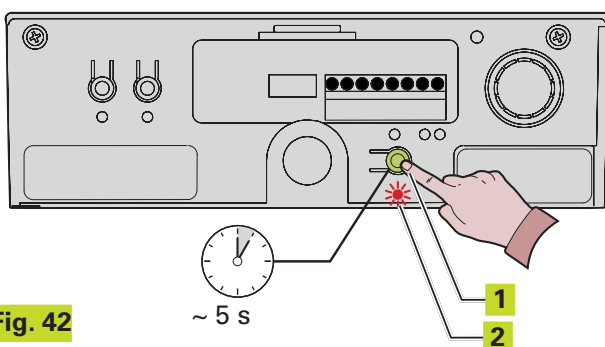

Fig. 42
Maintenir le bouton-poussoir SET UP enfoncé jusqu'à l'allumage de la LED de SET UP (environ 5 secondes). (Fig. 42 réf. ①)
La LED de SET UP commence à clignoter au relâchement de la touche. (Fig. 42 réf. ②)